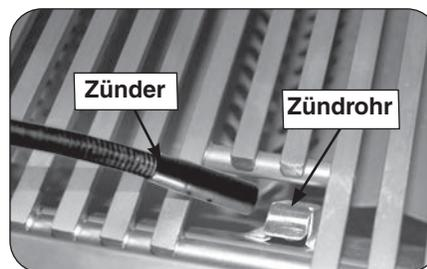

Abb. 29-2 - Von Hand anzünden
2. Halten Sie entweder ein brennendes langes Feuerzeug oder einen brennenden langstieligen Streichholz durch die Grillrostöffnung an der Spitze vom Zündrohr. (Abb. 29-2). Bei hinteren Brennern halten Sie die Flamme auf die Oberfläche vom hinteren Brenner.
4. Wenn ein Brenner nicht innerhalb von fünf (5) Sekunden nach dem Drehen des Regelknopfs zündet, **drücken Sie ihn nieder und drehen Sie ihn auf die Position AUS**. **WARTEN SIE FÜNF (5) MINUTEN**, bevor Sie die Schritte 2 bis 4 der Anweisungen zum ANZÜNDEN VON HAND wiederholen.